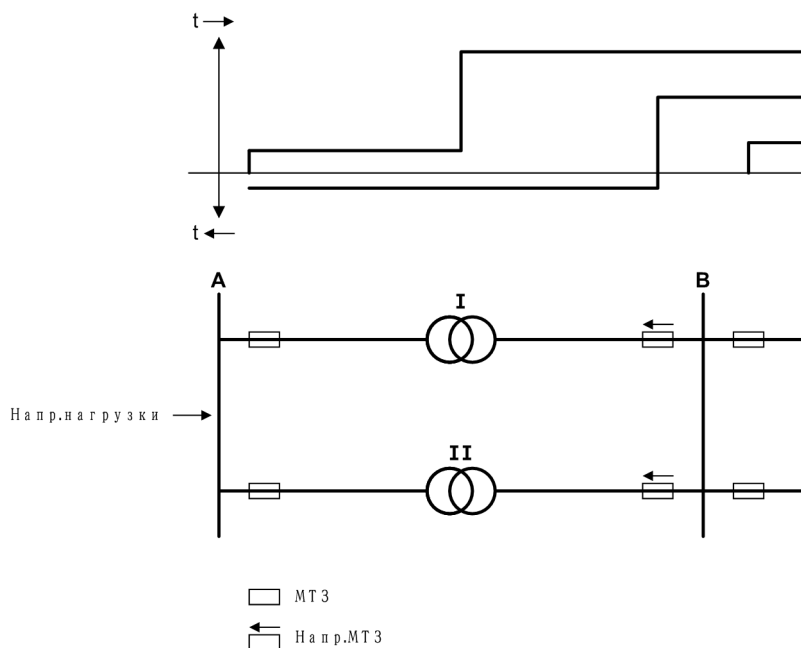

Рисунок 2-20 МТЗ параллельных трансформаторов
Для параллельных линий или трансформаторов с односторонним питанием (рисунок 2-20), второе присоединение (II) отключается при повреждении в первом присоединении (I) только если отключение выключателя на параллельном присоединении не будет предотвращено измерительным органом направления (на шинах В). Поэтому там, где показаны стрелочки (рисунок 2-20), применяется направленная МТЗ. Будьте внимательны, направление "Вперед" ступени защиты должно быть в направлении линии (или защищаемого объекта). Данное направление не обязательно совпадает с нормальным направлением протекания тока нагрузки, как это показано на рисунке 2-20.